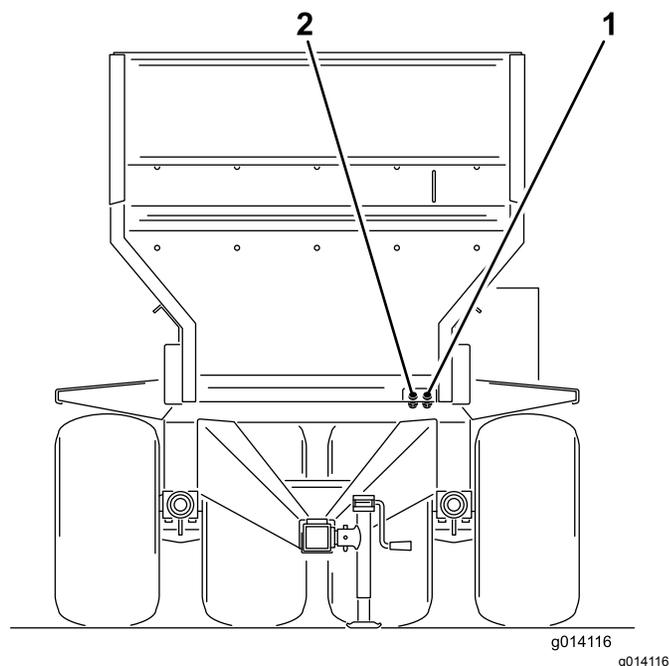

図 20
6. 本装置から出ている油圧ホースを、牽引車両に接続する。本装置の正面に向かって、右側のホースを圧力側に接続し、左側のホースを戻り側に接続する **図 20**。インライン逆流防止バルブが付いているのがリターン側ホースである。チェックバルブについている矢印を牽引車両側に向けて接続する。